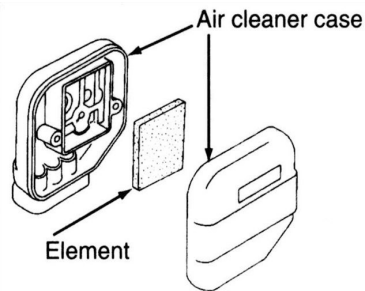

Fig. 19
- Seguir los mismos procedimientos que en. Fig.19